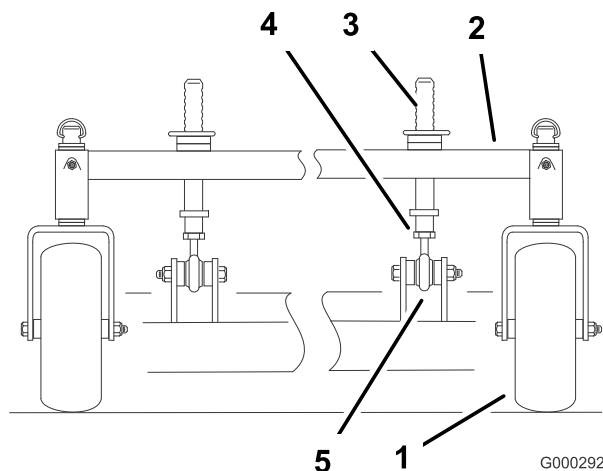

Рисунок 59
Чтобы изменить угол наклона в продольном направлении, необходимо отрегулировать передние стойки высоты скашивания (Рисунок 59).
Чтобы поднять переднюю часть деки, ослабьте контргайку и поверните передний штифт по часовой стрелке (Рисунок 59).
Чтобы опустить переднюю часть деки, ослабьте контргайку и поверните передний штифт против часовой стрелки (Рисунок 59).
2. Измерьте высоту в точках С и D (Рисунок 59) от горизонтальной поверхности до режущих кромок на концах ножей.
4. Затяните контргайки (Рисунок 59).